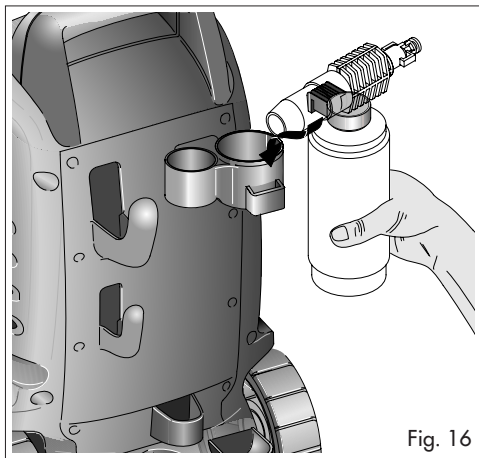

Fig. 16
- After using the detergent spray bottle assembly, hang it on the hook on the rear of the machine (Fig.16).
- Después de utilizar la botella de pulverización de detergente, cuélguela en el gancho de la parte trasera de la máquina (Fig. 16).